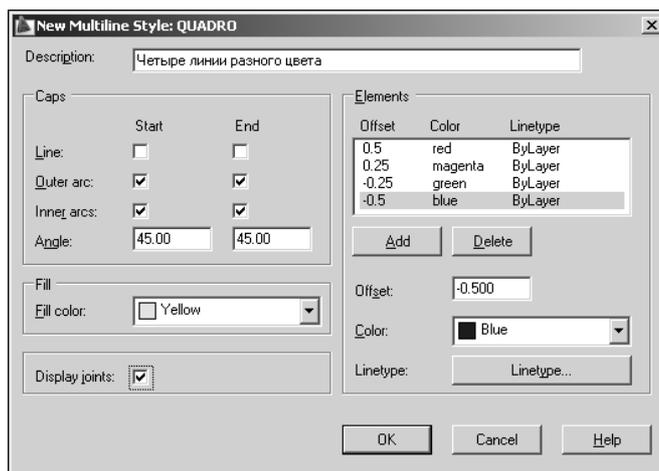

Рис. 6.23. Диалоговое окно New Multiline Style
4. Откроется диалоговое окно **New Multiline Style** (Новый стиль мультилинии), с помощью которого и будет сформирован новый стиль (рис. 6.23).